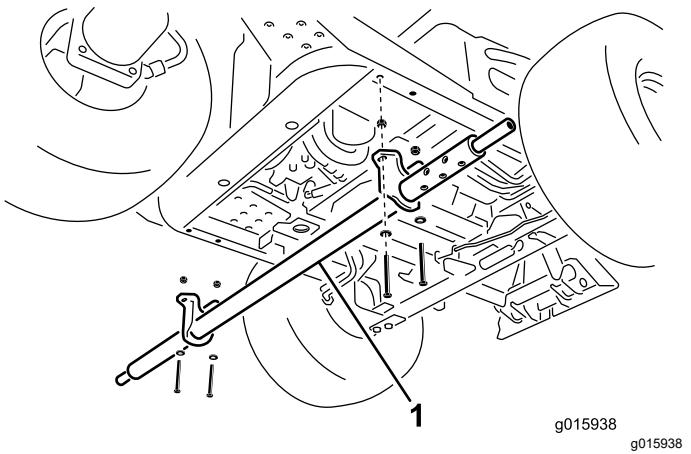

图 4
- 从机器左侧将十字管组件滑动到机器下方将安装支架孔与每个机架管中的孔对齐 图 4。